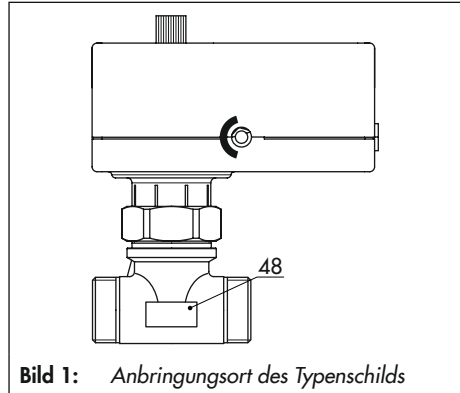

Bild 1: Anbringungsort des Typenschilds
Das Typenschild (48) ist am Ventilgehäuse angebracht (vgl. Bild 1).